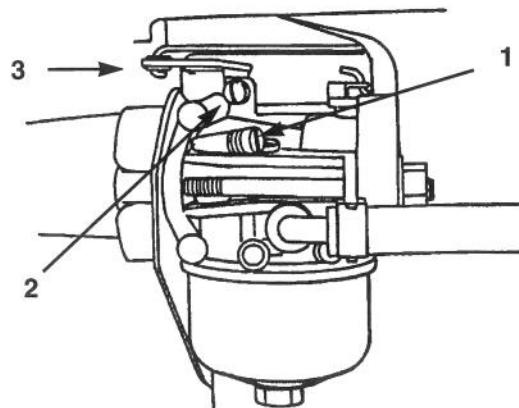

Figure 27
- A. Tourner doucement la vis de richesse du ralenti (Fig. 27) dans le sens horaire jusqu'à ce qu'elle soit presque serrée. Ne pas la forcer (trop serrer) au risque d'endommager le carburateur.
- B. Dévisser la vis de richesse (Fig. 27) d'un tour dans le sens anti-horaire. Ce réglage permet de démarrer le moteur.
- A. Maintenir le bras d'accélérateur du carburateur contre la vis de régime du ralenti (Fig. 27). Régler la vis de régime de telle sorte que le moteur tourne à 1750 tr/mn. Contrôler le régime à l'aide d'un tachymètre.
- B. Tout en maintenant le bras d'accélérateur contre la vis de régime, visser doucement la vis de richesse (Fig. 27) dans le sens horaire jusqu'à ce que le moteur commence à tourner moins régulièrement (mélange riche).
- C. Ajuster ensuite la vis de richesse (Fig. 27) entre mélange pauvre et mélange riche jusqu'à ce que le moteur tourne régulièrement.